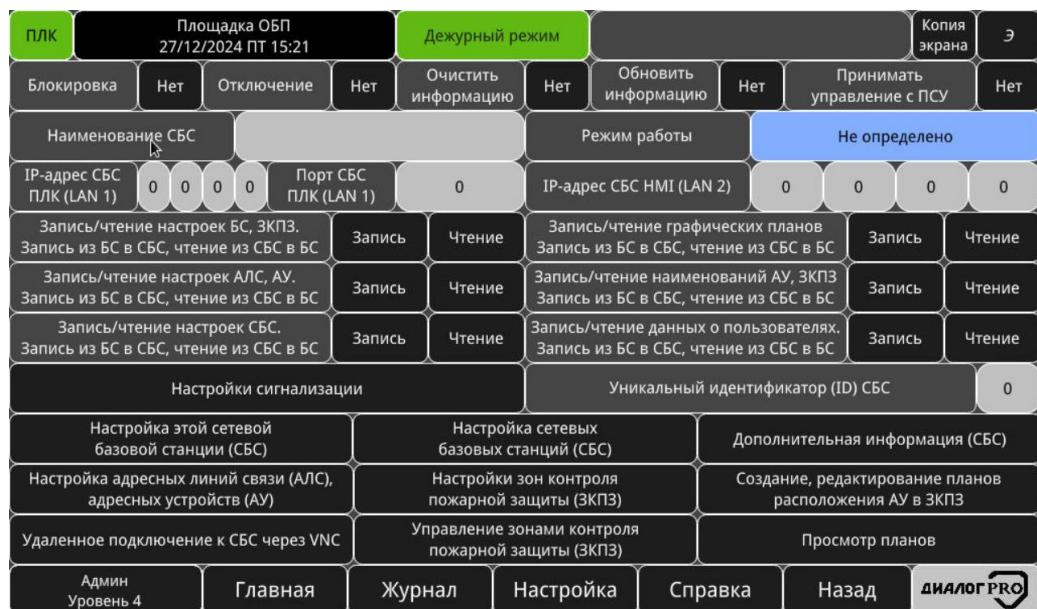

Рисунок 3.75 – Окно СБС «Площадка ОБП»
- «Наименование СБС» – кнопка-индикатор, содержащая наименование СБС и отображающая цветом текущий режим работы СБС. Нажатие на данную кнопку позволяет осуществить переход в окно СБС (рисунок 3.75);
- «Режим работы СБС» – кнопка-индикатор, отображающая текстом и цветом текущий режим работы СБС. Нажатие данной кнопки позволяет осуществить переход в окно СБС (рисунок 3.75).